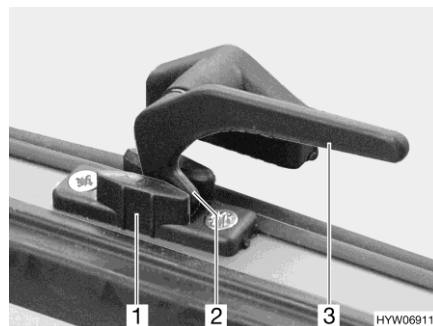

Fig. 43 Levier de verrouillage (position "Aération permanente")
- En position "Aération permanente" (Fig. 43)
- Tourner tous les leviers de verrouillage (Fig. 43,3) d'un quart de tour vers le centre de la fenêtre.
- Remettre tous les leviers de verrouillage en position initiale. Le tenon de verrouillage (Fig. 43,2) doit pénétrer alors dans le logement prévu à cet effet dans le verrouillage de fenêtre (Fig. 43,1).